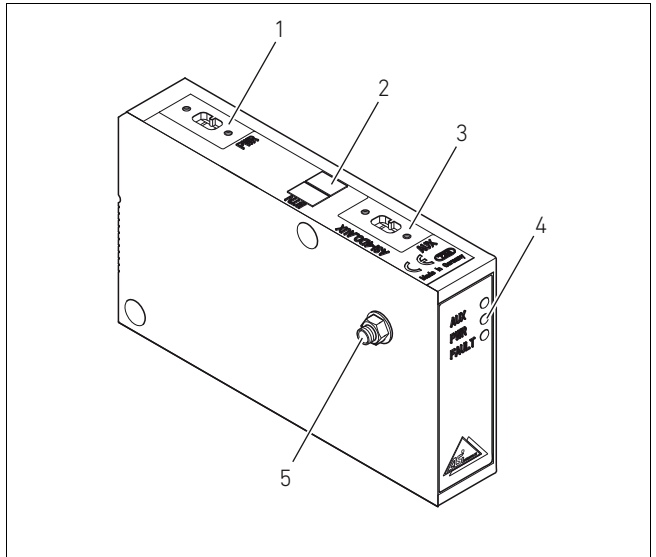

Fig. 5: Accoppiatore bus, esempio 4DO-AUX
L'attacco FE (2) può essere collegato a scelta, o alla piastra terminale E o direttamente all'AS-i (ved. Fig. 4 a pagina 142 e Fig 5 a pagina 143).
- A tal scopo svitare la vite per l'attacco FE (1) dalla piastra terminale EP del sistema di valvole ed avvitarela nell'attacco FE (2) della piastra terminale E o direttamente nell'AS-i. Instaurare quindi il collegamento con la messa a terra funzionale.
- ▶ Montare la messa a terra sull'attacco FE (2) della piastra terminale E o direttamente all'accoppiatore bus (ved. Fig. 4 a pagina 142 e Fig. 5 a pagina 143).